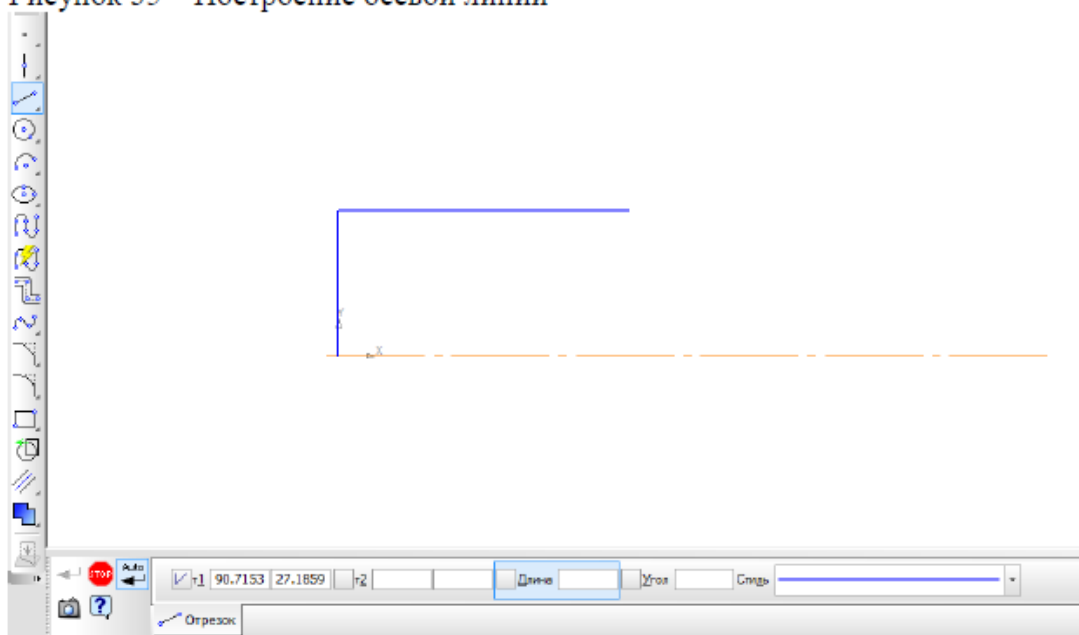

Рисунок 36 – Построение изображения детали
– Третий отрезок длиной 100, угол 0, координата первой точки равна координате второй точки второго отрезка, рис. 36.